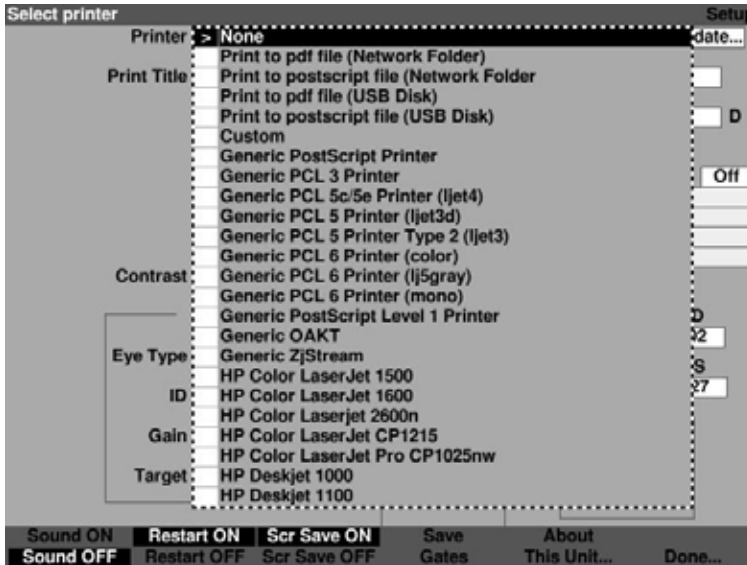

Figura 5-26 Impressora selecionada “None” (nenhum)
4. Gire o botão até que “none” (nenhum) esteja selecionado conforme mostrado na Figura 5-26.